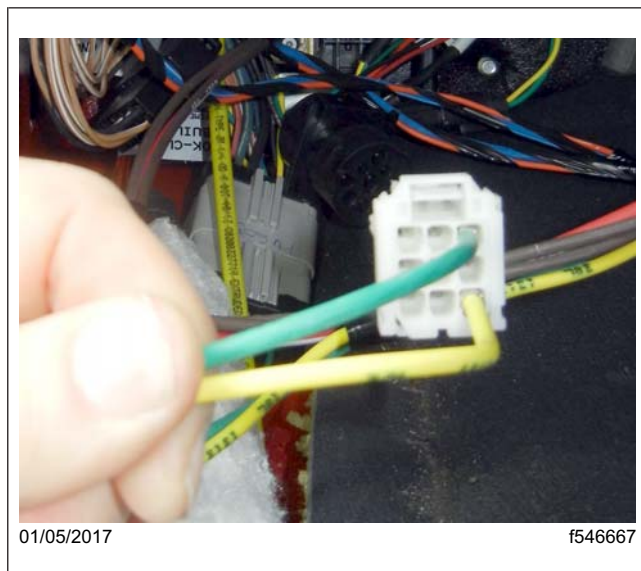
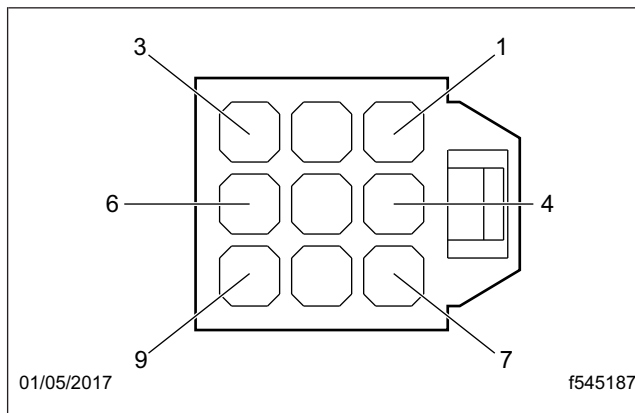

Fig. 6, Fils insérés dans le connecteur 53B
Fig. 7, Configuration des broches 52B et 53B (vue du point d'insertion)
- Insérez les circuits 38R (vert foncé) et 38L (jaune) du faisceau de câblage A06-93000-000 dans les cavités 7 et 9 respectivement dans les connecteurs 53B (la pièce est livrée séparément dans la trousse 23-13149-902). Reportez-vous à la figure 6 et la figure 7.
12. Retirez le fil de la cavité 6 du connecteur 52B. Repliez le fil retiré en deux vers l'arrière, puis recouvrez la borne avec de la gaine thermorétractable. Reportez-vous à la figure 7.
14. Insérez le circuit 376C (orange) du faisceau de câblage A06-93209-000 dans la cavité 6 du connecteur 52B. Reportez-vous à la figure 7.